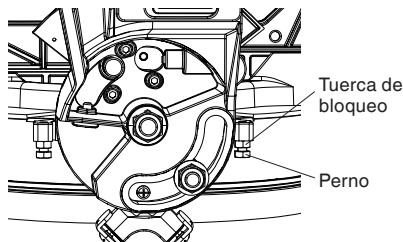

Fig. 16
- (2) Afloje la empuñadura de bloqueo del bisel e incline la carcasa de engranajes totalmente hacia la izquierda.
- (3) Utilizando una herramienta combinada, verifique si la hoja está en 45° con respecto a la mesa.
- (4) Para realizar el ajuste, incline la carcasa de engranajes a 0°, afloje la tuerca de bloqueo y gire el perno hacia dentro o hacia afuera para aumentar o reducir el ángulo como se visualiza en la Fig. 16.
- (5) Incline la carcasa de engranajes de nuevo hacia la izquierda, y verifique la alineación de nuevo.
- (6) Repita los pasos hasta que la hoja esté en 45° con respecto a la mesa. Una vez obtenida la alineación, apriete la tuerca de bloqueo y la empuñadura de bisel.